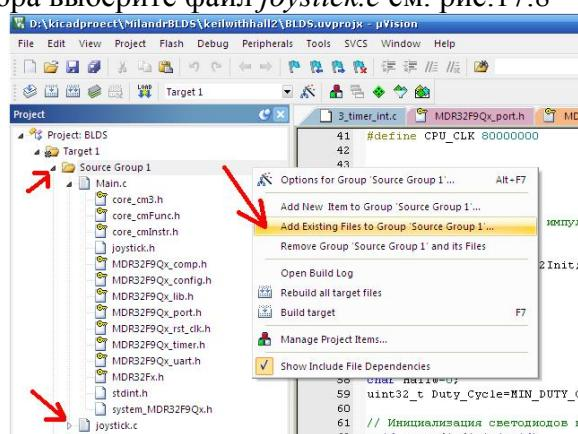

Рисунок 17.8 Добавление файла в проект.
- Добавьте *joystick.c* в проект. Для этого на вкладке *Project Window* щелкните правой кнопкой мыши на *SourceGroup1*, в появившемся меню выберите *Add Existing Files to Group....*, далее в окне выбора выберите файл *joystick.c* см. рис. 17.8